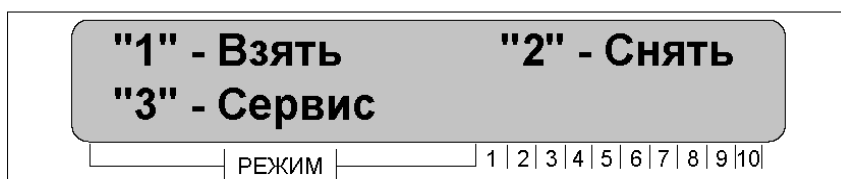

Рис. 9. Вид на дисплее режима «Система»
- осуществить вход в сервисное меню, нажав клавишу 3 - Сервис (см. рисунок 9).
Затем необходимо выбрать (см. рисунок 9):
- осуществить вход в сервисное меню, нажав клавишу **3 - Сервис** (см. рисунок 9);
- осуществить вход в сервисное меню, нажав клавишу «3» - «Сервис» (см. рисунок 9);
- выбрать пункт меню «Сервис» нажав клавишу «3» (см. рисунок 9);